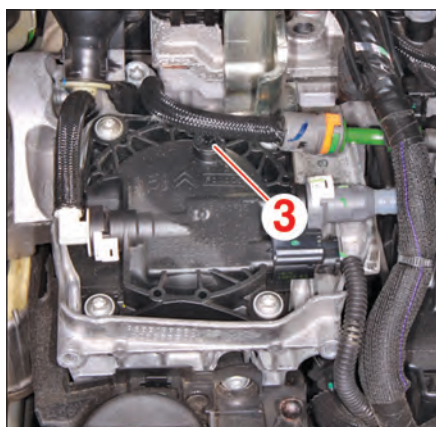

FIG.3
- la vis de vidange (2),
- la vis de purge en air (3) (Fig.3).
- la vis de purge en air (3).